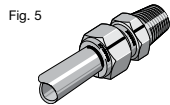

Fig. 5
1. Antes de desmontar el racor, marque el tubo por detrás de la tuerca; trace también una línea uniendo los hexágonos de la tuerca y del cuerpo. *Fig. 5*